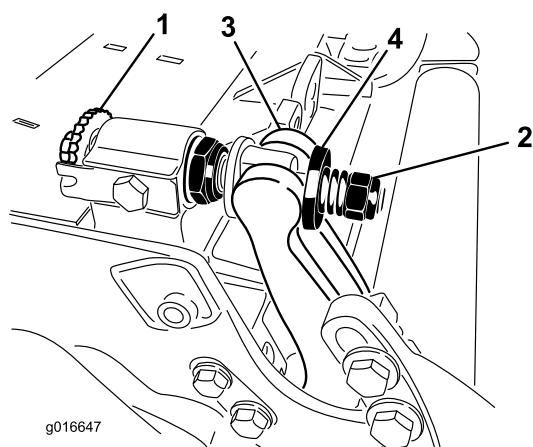

図 26
- ベッドバー調整ねじを左に回してベッドナイフとリールの接触をなくす (図 26)。
- スプリングテンションナットをゆるめて、ワッシャがベッドバーを全く押さないようにする (図 26)。